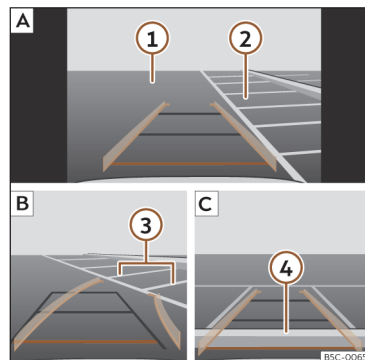

Fig. 165 Visualização no ecrã do sistema infotainment: estacionar com o assistente de marcha-atrás.
Legenda da >>> **Fig. 165:**
- Posicione o veículo à frente do lugar de estacionamento >>> **Fig. 165 2 A**.